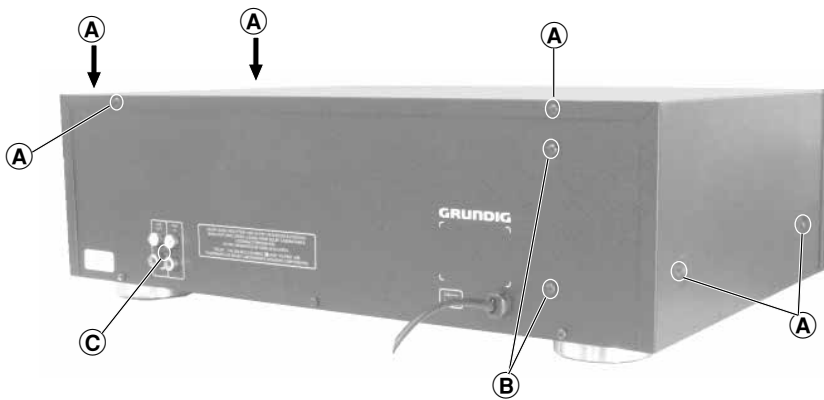

Fig. 1
- 6 Schrauben **A** herausdrehen (Fig. 1).
- 2 Schrauben **B** herausdrehen (Fig. 1).
- 1 Schraube **C** herausdrehen (Fig. 1, 2).
- Undo 6 screws **A** (Fig. 1).
- Undo 2 screws **B** (Fig. 1).
- Undo 1 screw **C** (Fig. 1, 2).